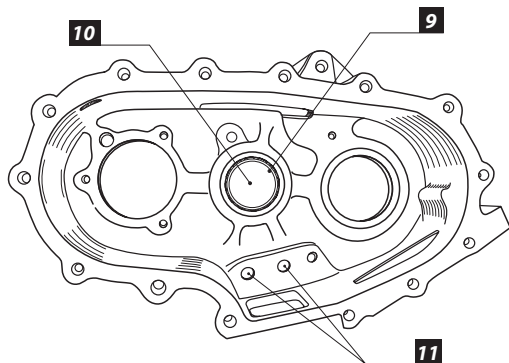

Рис. 4
7. Выберите заглушки штоков **[11]** **Рис. 4**, которые стоят со стороны КПП. Выбивать подшипник с заглушкой следует лёгким постукиванием медной выколотки в направлении фланца переднего моста.